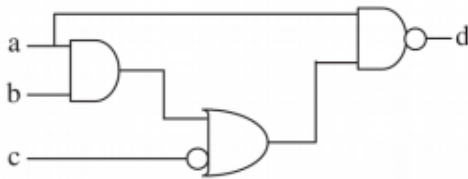

Figura 1. Circuito do Exercício 1.
a) Escreva o código VHDL para o circuito da figura 1. Observe que o circuito é puramente combinacional, portanto, não é necessário o uso de processos. Escreva uma expressão para d usando apenas operadores lógicos (não será aceito o uso de tabela verdade).
a) A expressão booleana para o circuito combinacional da Figura 1 é $d = \overline{a}(ab + \overline{c})$. Na sintaxe do VHDL essa expressão booleana é representada por
Pela tabela verdade do circuito da Figura 1 é possível verificar que de fato a expressão booleana original e a expressão booleana obtida pela sintetização são correspondentes.